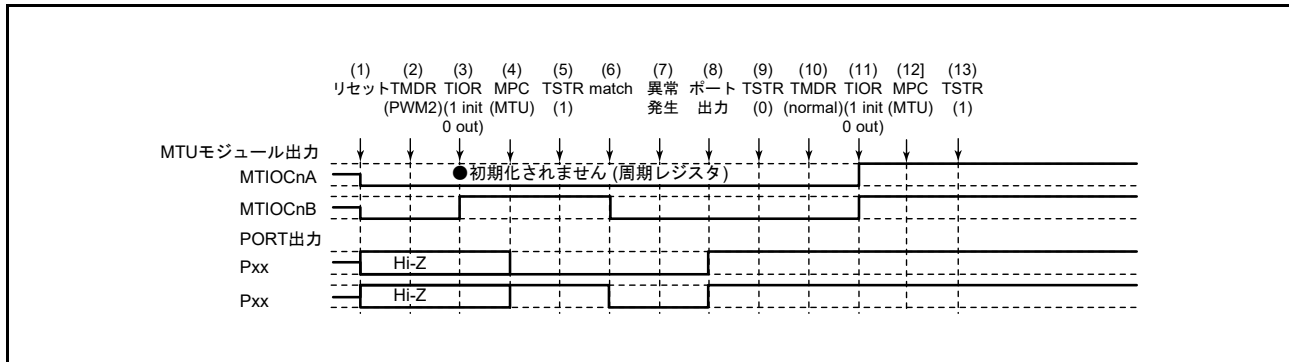

図 23.139 PWM モード 2 で異常が発生し、ノーマルモードで復帰する場合
PWM モード 2 で異常が発生し、再設定後ノーマルモードで再スタートする場合の説明図を図 23.139 に示します。
- (1) ~ (9) は図 23.139 と共通です。
- (10) PWM モード 1 を設定します。
- (11) TIOR レジスタで端子を初期化してください。なお、PWM モード 1 では MTIOCnB (MTIOCnD) 端子に波形が出力されません。出力すべきレベルがある場合は、I/O ポートのポート方向レジスタ (PDR)、ポート出力データレジスタ (PODR) で汎用出力ポートの設定をしてください。
- (12) MPC と I/O ポートのポートモードレジスタ (PMR) で MTU 出力としてください。
- (13) TSTR レジスタで再スタートします。
(15) PWM モード 2 で動作中に異常が発生し、PWM モード 2 で再スタートする場合の動作
(1) ~ (9) は図 23.139 と共通です。
(10) PWM モード 2 で再スタートする場合には必要ありません。
(11) TIOR レジスタで端子を初期化してください。なお、PWM モード 2 では周期レジスタの端子に波形が出力されません。出力すべきレベルがある場合は、I/O ポートのポート方向レジスタ (PDR)、ポート出力データレジスタ (PODR) で汎用出力ポートの設定をしてください。
(12) MPC と I/O ポートのポートモードレジスタ (PMR) で MTU 出力としてください。
(13) TSTR レジスタで再スタートします。
(16) PWM モード 2 で動作中に異常が発生し、位相計数モードで再スタートする場合の動作
(10) 位相計数モードを設定します。
(11) TIOR レジスタで端子を初期化してください。
(17) 位相計数モードで動作中に異常が発生し、ノーマルモードで再スタートする場合の動作